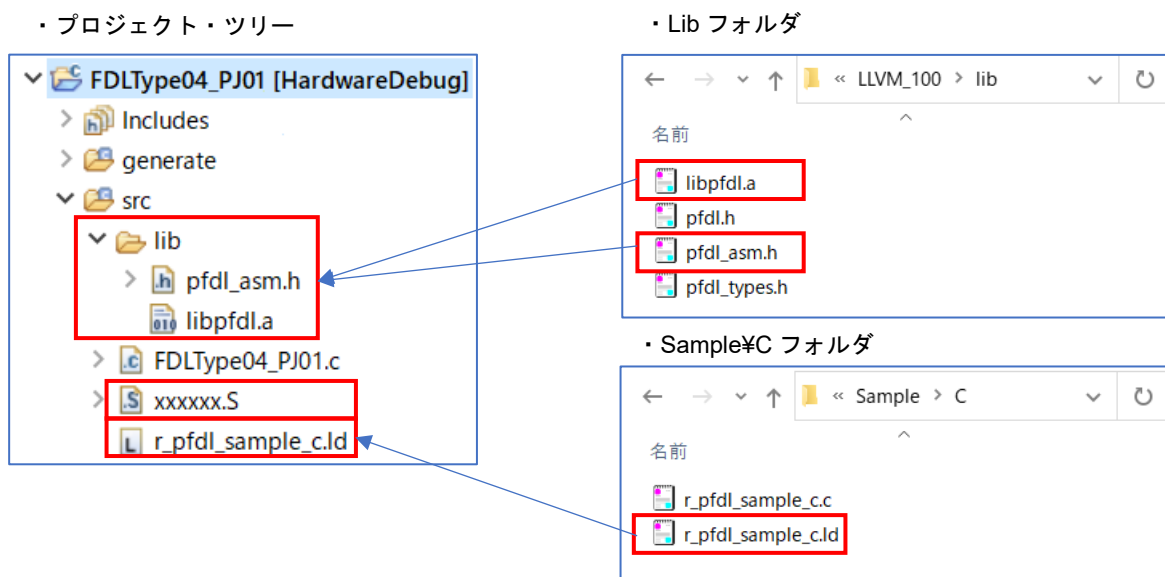

図 6-21 ソース、インクルードファイルの登録(LLVM)
- LLVM コンパイラの場合、e² studio が出力する"src"フォルダに、ユーザプログラムのファイル("xxxxxx.S")と、データ・フラッシュ・ライブラリのファイル"pfdl_asm.h", "libpfdl.a", "r_pfdl_sample_c.ld"を登録します。(図 6-21)